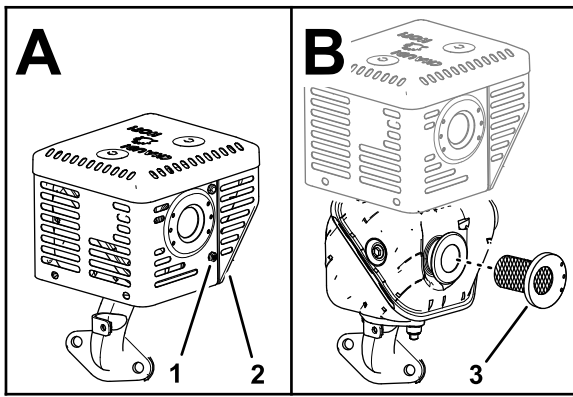

図 84
- マフラーに断熱シールドを固定しているねじを外して断熱シールドを外す 図 84。
- スパークアレスタスクリーンを外して清掃する 図 84。
- スパークアレスタスクリーンをマフラに取り付ける 図 84。